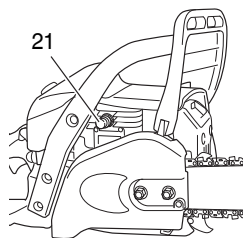

Fig. 15
- Presione la válvula de descompresión (21). La válvula (21) volverá automáticamente a la posición original cuando arranque el motor. (Fig. 15)